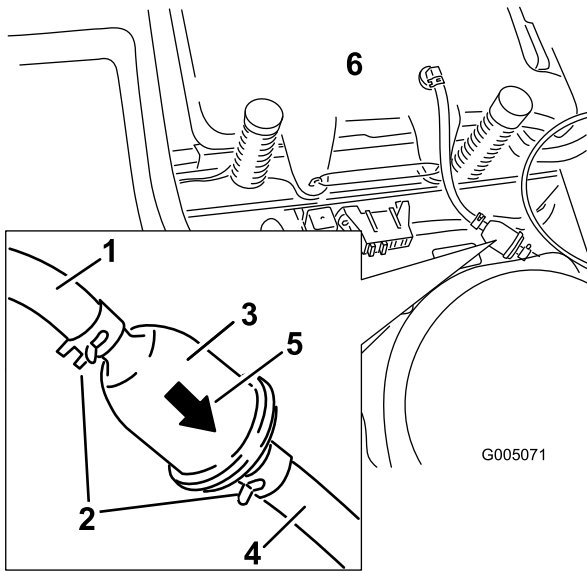

Bild 31
- Drücken Sie die Enden der Schlauchklemmen zusammen und schieben Sie sie vom Filter weg (Bild 31).
- Setzen Sie einen neuen Filter ein. Der Pfeil für die Flussrichtung muss vom Kraftstofftank zum Motor zeigen. Schieben Sie die Schlauchklemmen eng an den Filter (Bild 31), um ihn zu befestigen.